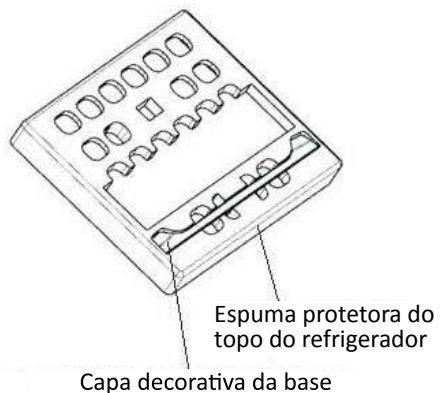
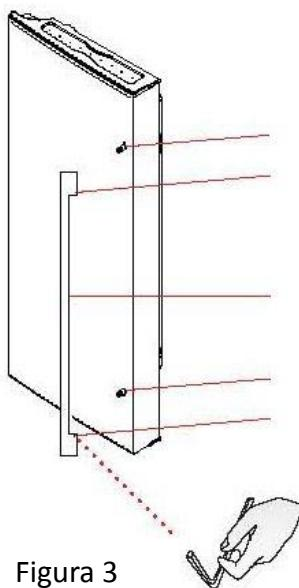

Figura 1
Figura 3
- Retire o puxador de seu receptáculo na espuma protetora no topo do refrigerador conforme mostrado na figura 1 e instale-o conforme a figura 3, certificando-se que a superfície de fixação do puxador esteja perfeitamente nivelada com a superfície da porta ou gavetas do produto.